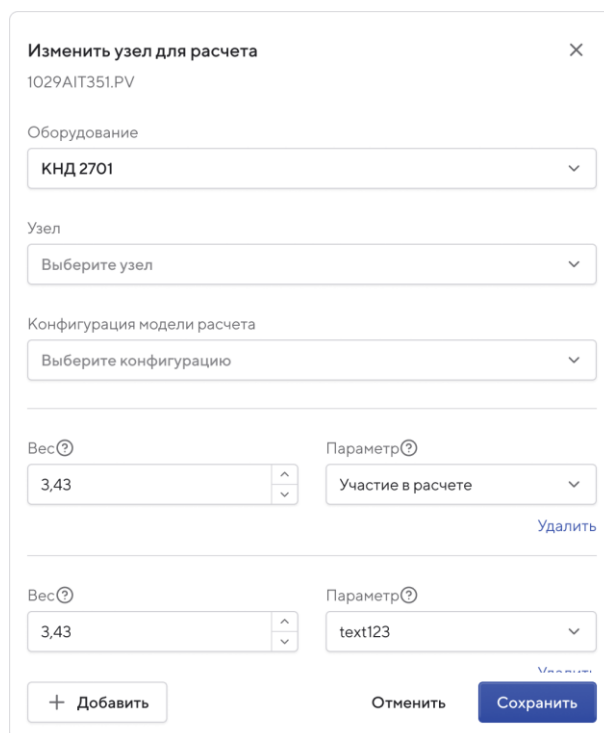

Рисунок 103 – Дополнительное окно «Изменить узел для расчета»
9. Выберите пункт «Изменить расчет». Откроется дополнительное окно **«Изменить узел для расчета»** (Рисунок 103).